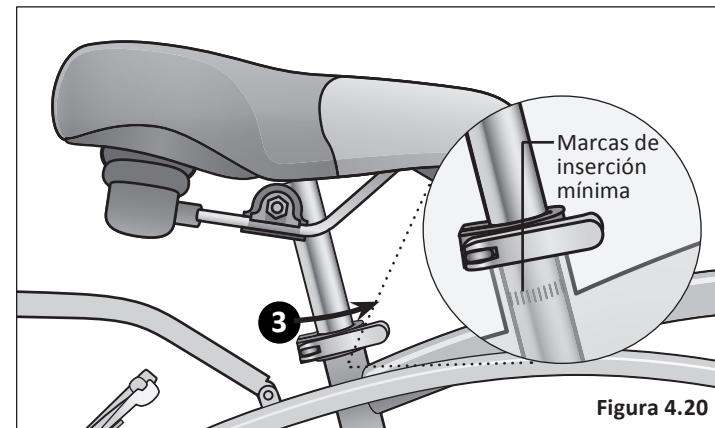

Figura 4.20
- 3** Cierre la palanca de liberación rápida y bloquee el sillín en su lugar. Si no hay suficiente presión para sujetar el sillín en su lugar, abra la palanca de liberación rápida. Con una mano sobre la palanca de liberación rápida y otra en la tuerca de ajuste, empiece a apretar la tuerca de ajuste a mano hasta que comience a sentir cierta resistencia contra la horquilla. **No** intente apretar girando la palanca de liberación rápida. La palanca de liberación rápida es para cerrar, la tuerca de ajuste es para ajustar la presión. **Figura 4.20**